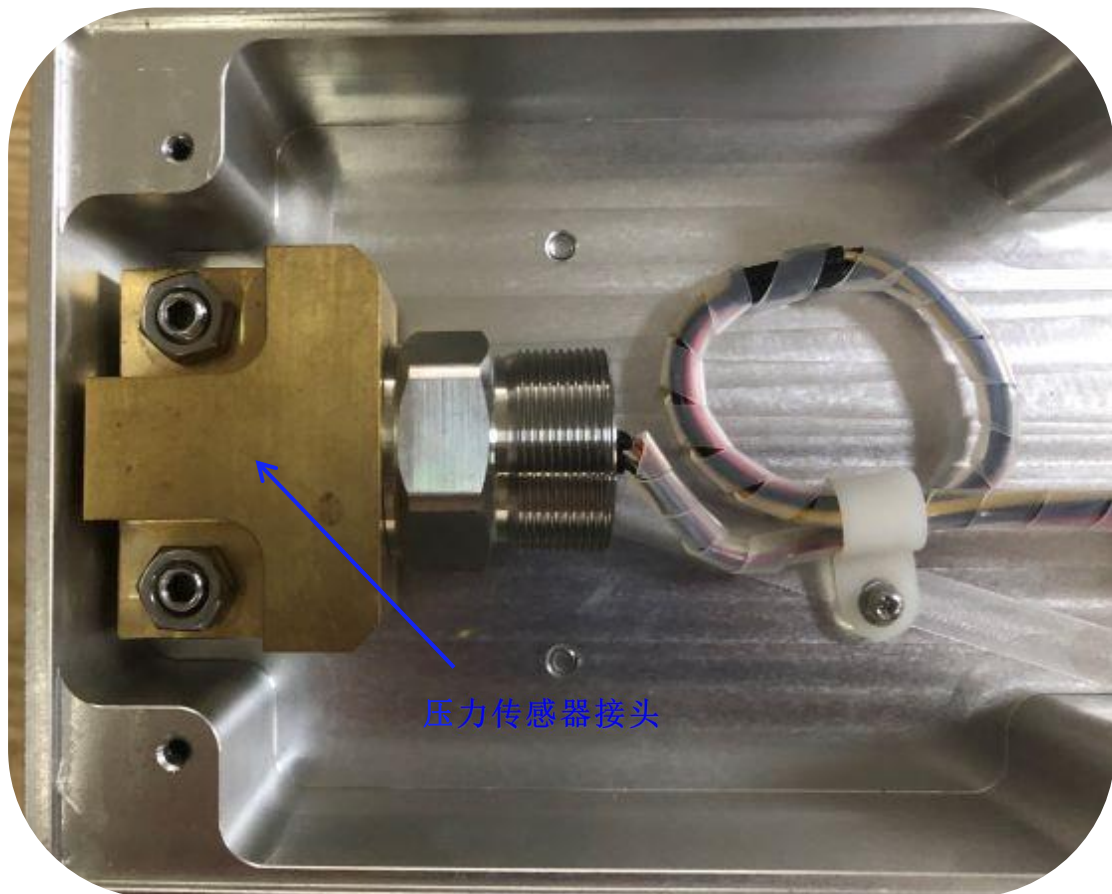

图 3 拆除压力传感器接头
- 2) 拆除压力传感器接头：使用套筒工具拆除压力传感器的螺母，使用十螺丝刀拆除固定在底座的线缆，拆除传感器接头如图 3 所示：